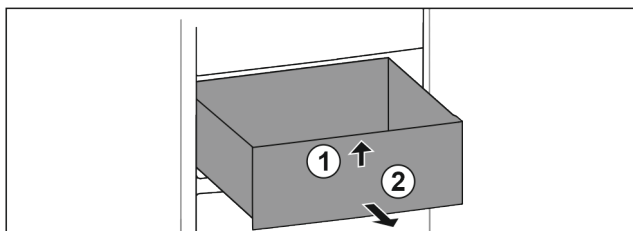

Fig. 70
- ▶ Løft skuffen foran. Fig. 70 (1)
- ▶ Ta ut skuffen framover. Fig. 70 (2)